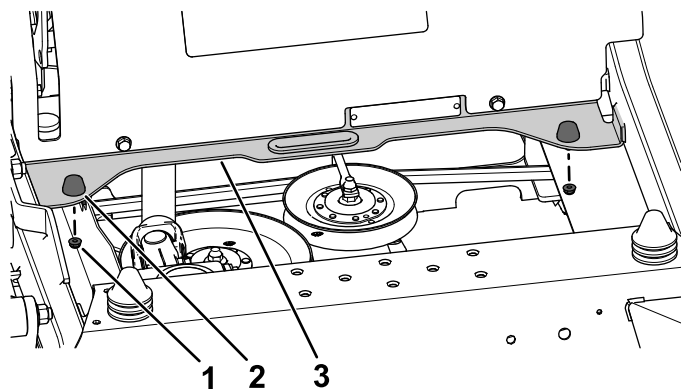

Figura 11
2. Remova as duas porcas de bloqueio ( $\frac{1}{4}$  pol.) dos para-choques de borracha no suporte transversal (Figura 11).